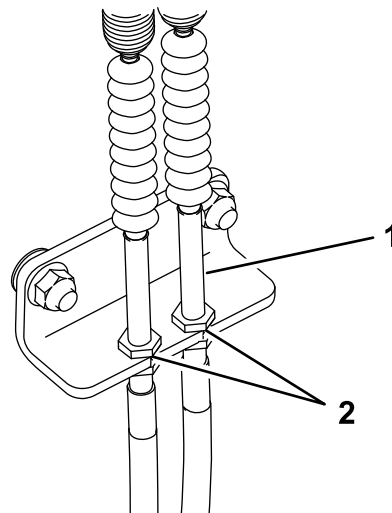

Figure 43
2. À l'intérieur du côté gauche de la tour de commande, réglez les écrous jusqu'à ce que les câbles soient tendus (Figure 43).